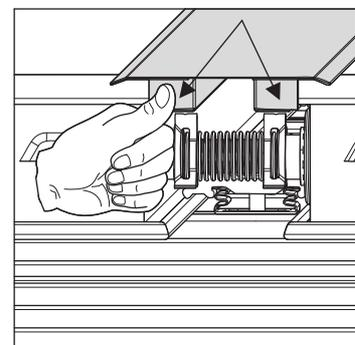

Fig. 3-43 Étape 3
- Plier les deux languettes du bord supérieur de la réglette insérable (1f) manuellement sur le capteur plan pour qu'elle ne puisse pas glisser (fig. 3-43).